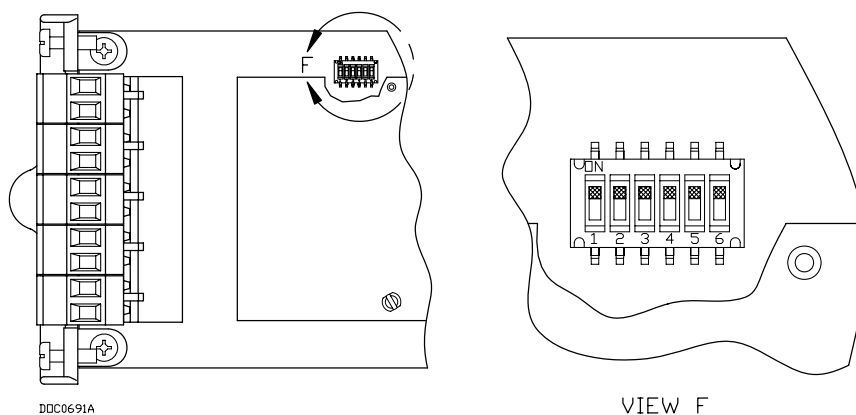

Рис. 4-16. DIP-переключатели модуля AC I/O
Модуль имеет один ряд из 6 DIP-переключателей (см. *рис. 4-16*) для управления состоянием ввода/вывода каждого из шести каналов. Перевод микропереключателя вверх (ON) переводит соответствующий канал в режим вывода. Перевод микропереключателя вниз (OFF) переводит соответствующий канал в режим входа. Текущее состояние канала отображается светодиодами, имеющими два цвета состояния. Красный означает подачу питания переменного тока. Зеленый означает, что модуль регистрирует переменный ток на входном канале.